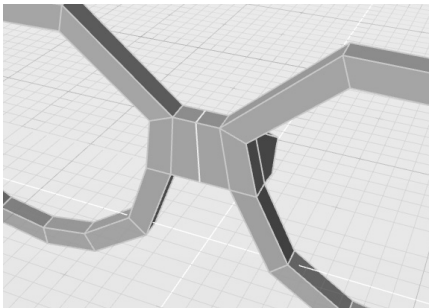

图 6-66 添加循环边
5) 使用“添加循环边”工具，在桥接面中部进行循环分割，如图 6-66 所示。